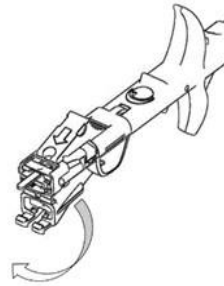

Fig. 4
6. Con cuidado, suelte la boquilla del cartucho del gancho. Asegúrese de no dañar la punta de la boquilla. Doble la boquilla del cartucho 180° grados hasta que encaje en su lugar, como se muestra en la Fig. 4.